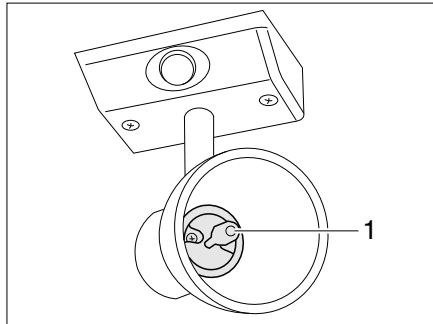

Bild 255 Halogenspotleuchte (mit Glaskelch)
- Halogenglühlampe (Bild 255,1) nach vorn aus der Fassung ziehen.